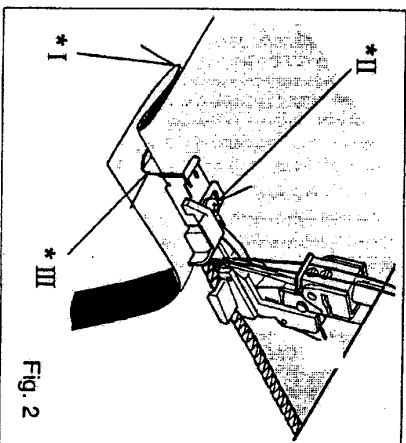
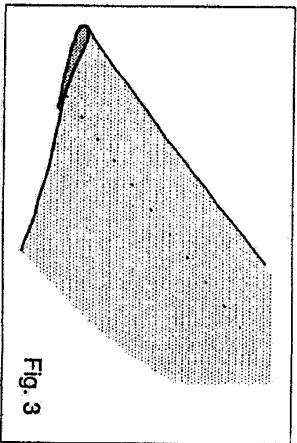

Fig. 2
Fig. 3
2. Place fabric under the presser foot with the 'wrong' side up. Feed the folded edge through the guide in the front of the foot and lower the presser foot lever. Try a stitch (or several stitches) on a spare piece of the actual fabric, and adjust the guide so that the needle just catches the fold. Adjust the guide by means of the small screw on the top of the foot - see Fig. 2.
3. When correctly set, sew the hem. The outside edge will be cut away by the machine - see also Fig. 2. After completion, open out and press again. The stitches should be almost invisible on the 'right' of the fabric - see Fig. 3.
Le guide se règle par une petite vis placée sur le dessus du pied presseur (voir Fig. 2).
3. Quand tout est bien réglé, coudre l'ourlet à vitesse stable et modérée. La partie extérieure sera coupée par la machine – voir aussi Fig. 2. L'ourlet terminé, ouvrir le tissu et le repasser encore.
Les points doivent être pratiquement invisibles du côté endroit du tissu (voir Fig. 3).
Si es necesario ajustar la guía mediante el tornillo mostrado en la Fig. 2.
Cuando esté correctamente fijado, coser el pliegue, el borde exterior será cortado por la máquina (ver también la Fig. B). Después de coserlo, abrirlo, las puntadas serán prácticamente invisibles en el lado "derecho o averso" del material (Fig. 3).
2. Porre il tessuto sotto il piedino pressore con il rovescio in alto. Alimentare il bordo plegato attraverso la guida sul fronte del piedino e abbassare la leva del piedino pressore. Provare un punto o più punti su un ritaglio di tessuto del tipo usato e regolare la guida in modo che l'ago incontri in modo giusto la piega. Regolare la guida per mezzo della piccola vite sulla parte alta del piedino (vedere fig. 2)
3. Quando correttamente regolato, cucire l'orlo. Il bordo esterno sarà tagliato dalla macchina. Vedere anche fig. 2. Dopo aver completato la cucitura, aprire e pressare di nuovo. I punti dovrebbero risultare quasi invisibili sul diritto del tessuto. Vedere fig. 3.
3. Als u tevreden bent over het naaimonster, start u met naaien. De buitenzijde van de naad wordt afgesneden Zie Fig. 2. Pers, na het naaien, de zoom plat. De steken moeten bijna onzichtbaar zijn op de goede kant van de stof. Zie Fig. 3.